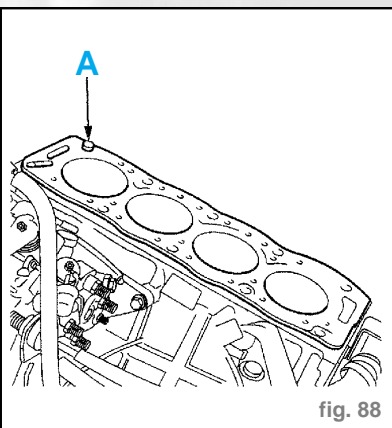

fig. 88
- Vérifier la présence de la goupille (en A) (fig. 88).